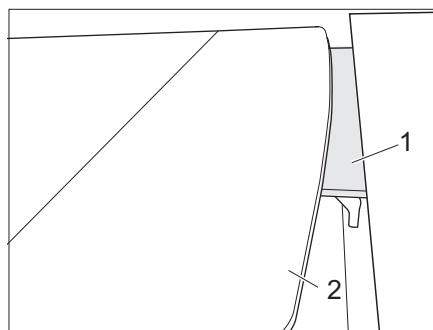
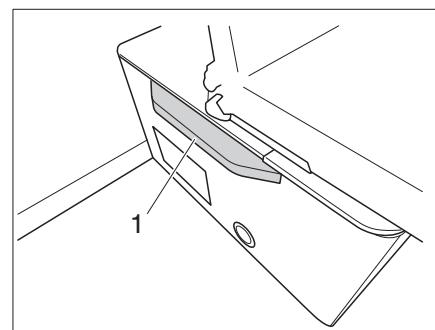

Fig. 119 Abbassamento del tavolo sul bordo di appoggio
Fig. 120 Abbassamento del tavolo sull'allargamento
- Abbassare il piano del tavolo (Fig. 119,2) sul bordo di appoggio (Fig. 119,1) o lasciarlo appoggiare sull'apposito allargamento (Fig. 120,1).